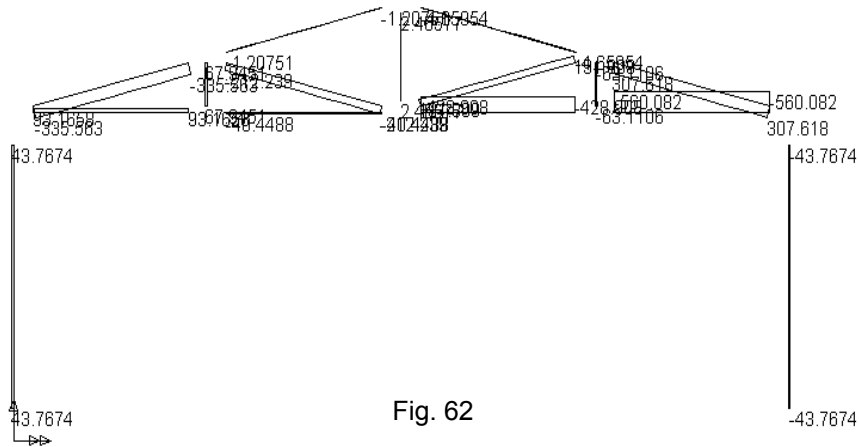

Fig. 62
- pe ecran va fi afișată diagrama de eforturi axiale (fig. 62)